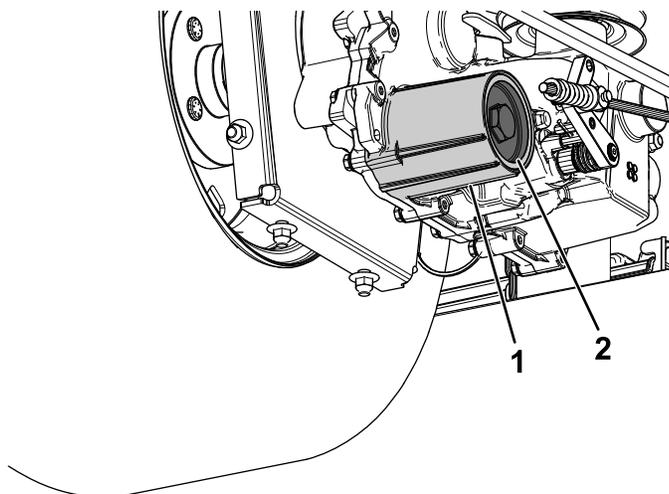

Рисунок 69
7. Снимите крышку фильтра гидравлической жидкости с коробки передач, чтобы слить рабочую жидкость (Рисунок 69).